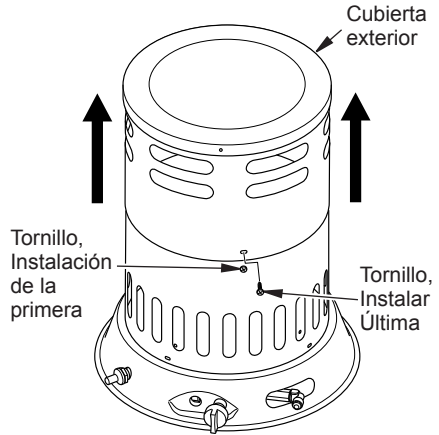

Figura 2 - Cómo levantar la cubierta exterior
1. Debe proteger sus manos mientras realiza este paso. Levante carcasa exterior hacia arriba como se muestra en la Figura 2, en la página 18, hasta que los orificios de tornillo de línea hacia arriba y agujeros ranurados son visibles.
2. Instalar 3 tornillos en los orificios inferiores, como se muestra en la Figura 2. Deje reposar la cubierta superior en los tornillos inferiores. Agujeros y ranuras se alinean.